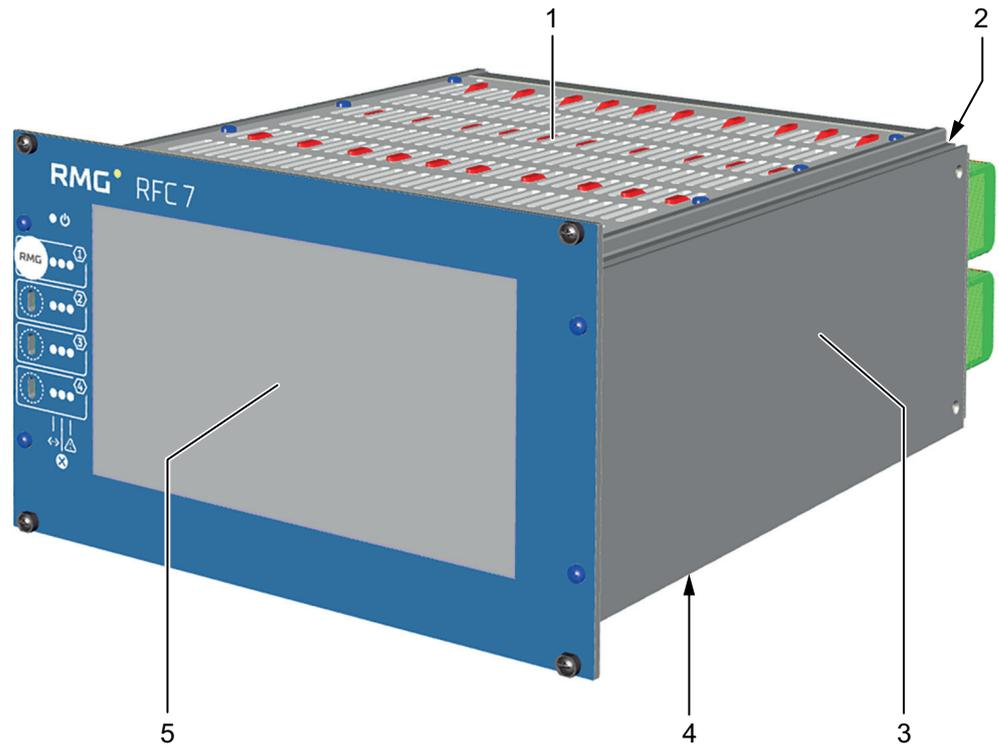

图 4: RFC 7 - 19" 壳体, 用于 1 至 2 个 Stream
- 19” 壳体，用于 1 – 2 个 **Stream**，见图 4